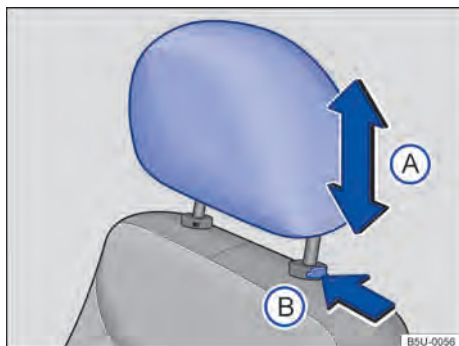

Fig. 74 Apoio para cabeça dianteiro: ajustar.
- Empurrar o apoio para cabeça para cima ou para baixo na direção da seta → Fig. 74 (A) → ▲ em *Introdução ao tema* na página 80.